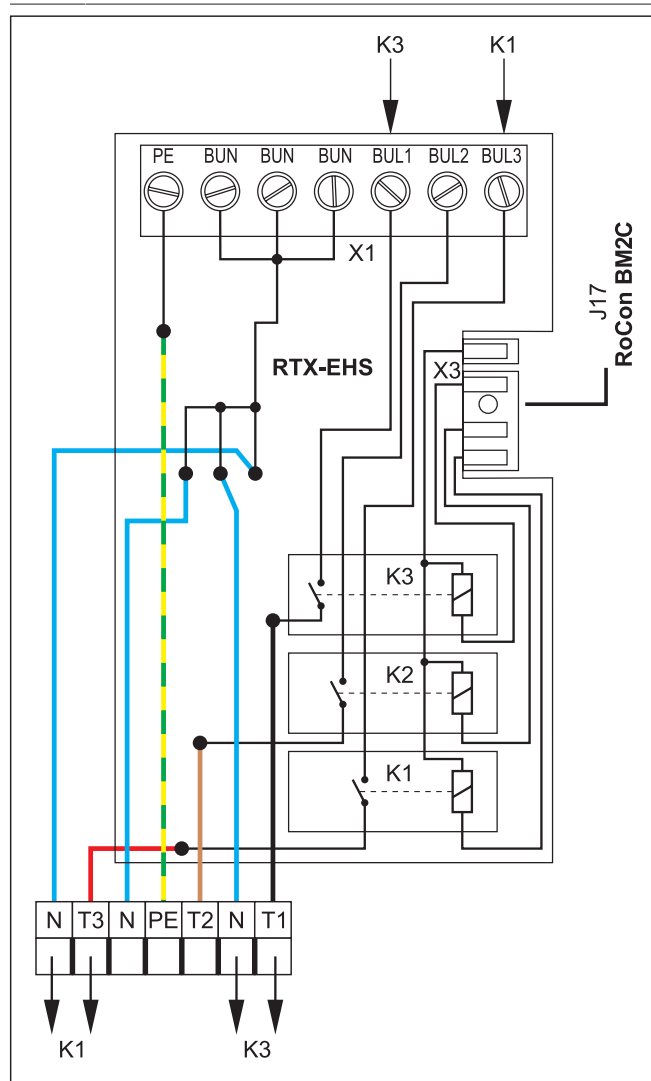

Fig. 44-38 Conexión a la pletina de conexión RTX-EHS
La demanda del generador térmico externo se conecta mediante un relé en la pletina de conexión RTX-EHS (véase Fig. 44-38). La conexión eléctrica a la Daikin Altherma EHS(X/H) se puede efectuar de la siguiente manera;
- Establecer las conexiones adecuadas con la pletina de conexión RTX-EHS del conjunto de conexiones (véase Fig. 44-38).